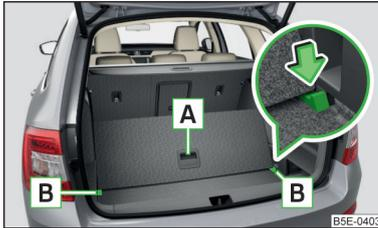

Abb. 114
- Den hinteren Teil des variablen Ladebodens am Griff **A** » Abb. 114 anheben.